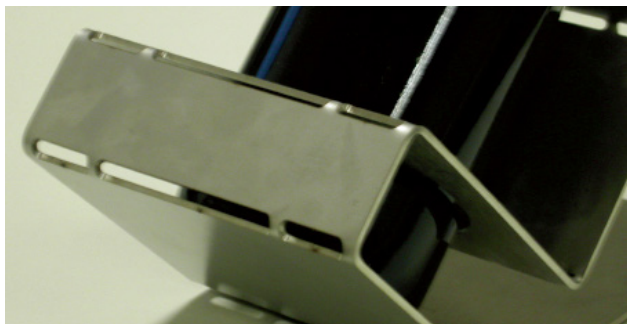

Fig. 8.27
- Als een bepaald product niet op de kantbank vervaardigd kan worden, dan is het een optie dit met de hand te buigen. Maak in dat geval kleine inkepingen op de buiglijn om de plaats van buiging te waarborgen en de kracht benodigd voor de buiging te reduceren. (Fig. 8.27)